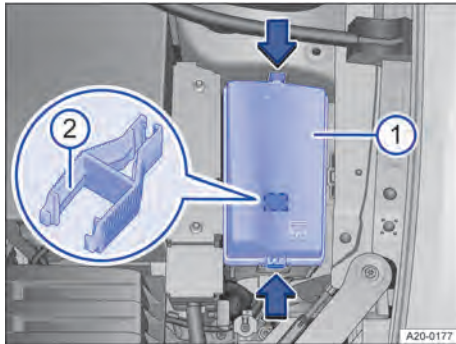

Fig. 182 Dans le compartiment-moteur : boîte à fusibles avec pince en plastique
- ① Boîte à fusibles
- ② Pince en plastique
Une pince en plastique servant à retirer les fusibles peut se trouver dans la boîte à fusibles → fig. 182 ②.
- Poussez les éléments de verrouillage dans le sens des flèches → fig. 182 pour déverrouiller le cache de la boîte à fusibles → fig. 182 ①.